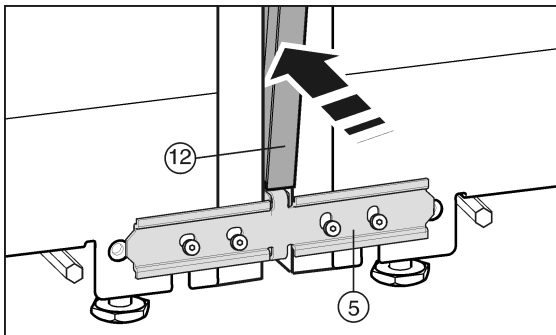

Fig. 9
安装护板条 Fig. 9 (12) 前在整个长度上挤压两个隔板。轻轻将护板条放入缝隙中。用软布按压护板条, 以防止护板表面凹陷。小心正确地将护板条压入缝隙, 以确保接合无误。
- ▶ 在设备正面将长护板条 Fig. 9 (12) 压入垂直缝隙中。注意, 护板条位于连接板 Fig. 9 (5) 上。